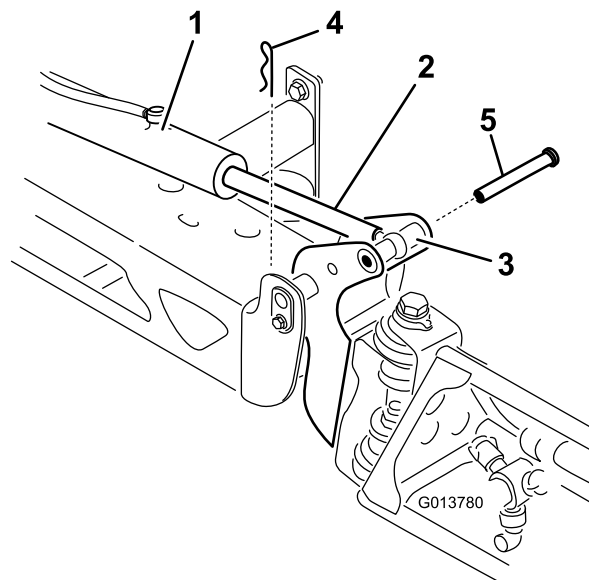

Bild 99
3. Heben Sie den Ausleger an und nehmen Sie den Stift ab (Bild 99), senken Sie den Ausleger dann langsam auf den Boden ab.
2. Nehmen Sie den Splint vom Lagerbolzen ab (Bild 99).
- Halten Sie den Ausleger fest und stecken Sie den Stift durch das Auslegerscharnier und die Aktuatorstange (Bild 99).